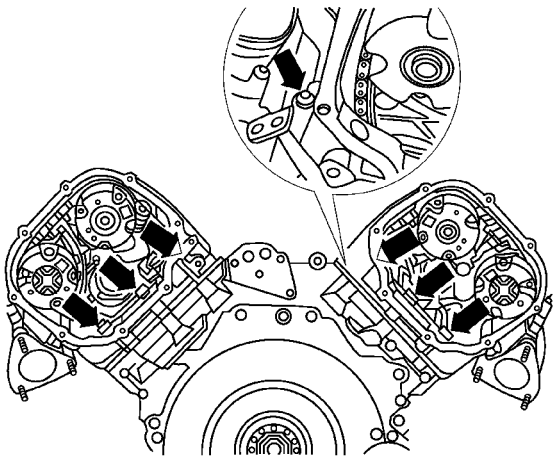

图 1-5-17 拧出气缸盖后部的螺栓
(1) 从凸轮轴上拆下凸轮轴正时链。
(2) 拧出气缸盖后部的螺栓，如图 1-5-17 中箭头所示。左侧气缸盖：3 个螺栓；右侧气缸盖：4 个螺栓。